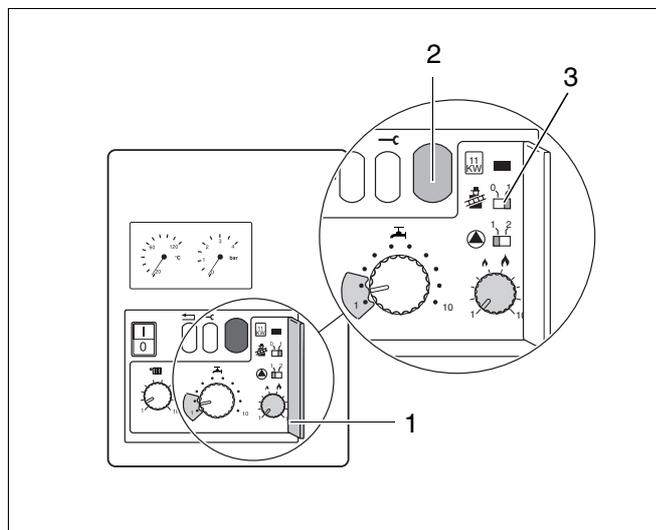

Fig. 20 Interruttore spazzacamino e display
- Aprire la copertura del secondo livello di servizio (fig. 20, pos. 1).
- Mettere in funzione la caldaia regolando l'interruttore spazzacamino (fig. 20, pos. 3) in posizione "1".
- Se sul display (fig. 20, pos. 2) appare "-." o "=.", la tubazione di alimentazione del gas sarà stata disaerata. Ripristinare l'interruttore spazzacamino regolando la posizione "0".